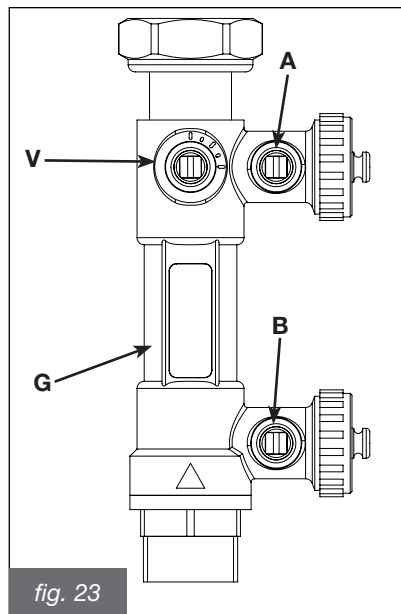

fig. 23
- Interrompere il flusso nell'impianto chiudendo la valvola V (intaglio cacciavite orizzontale) di fig. 23.
- Aprire i rubinetti A e B di fig. 23 e collegare la pompa esterna ad alta pressione al rubinetto A e la tubazione di ritorno al rubinetto B.